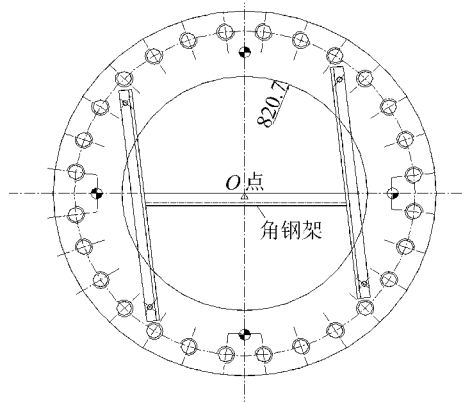

图2 配水环管法兰中心线
d. 喷嘴法兰平面的中心点。在每个喷嘴法兰内的同一平面上安装一个角钢架,找出法兰的中心点(O 点)并锯上一小口标志。该点作为法兰调整测量的基准点,如图 2 所示。